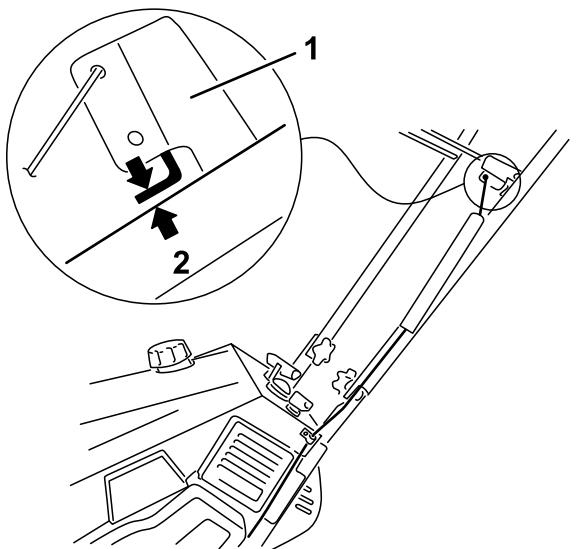

Bild 13
- Stellen Sie sicher, dass ein Abstand von 2 bis 3 mm zwischen dem Schaltbügel und dem Griff vorhanden ist (Bild 13). Sollte eine Einstellung des Bowdenzugs erforderlich sein, gehen Sie auf Schritt 4.